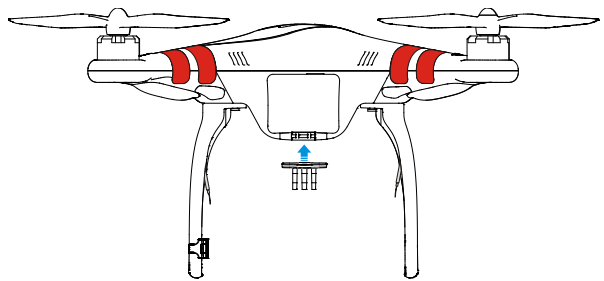

Fig.2
2. (Fig.2) Fixez le connecteur à l'appareil.
(Fig.2) Installer la caméra dans son support.